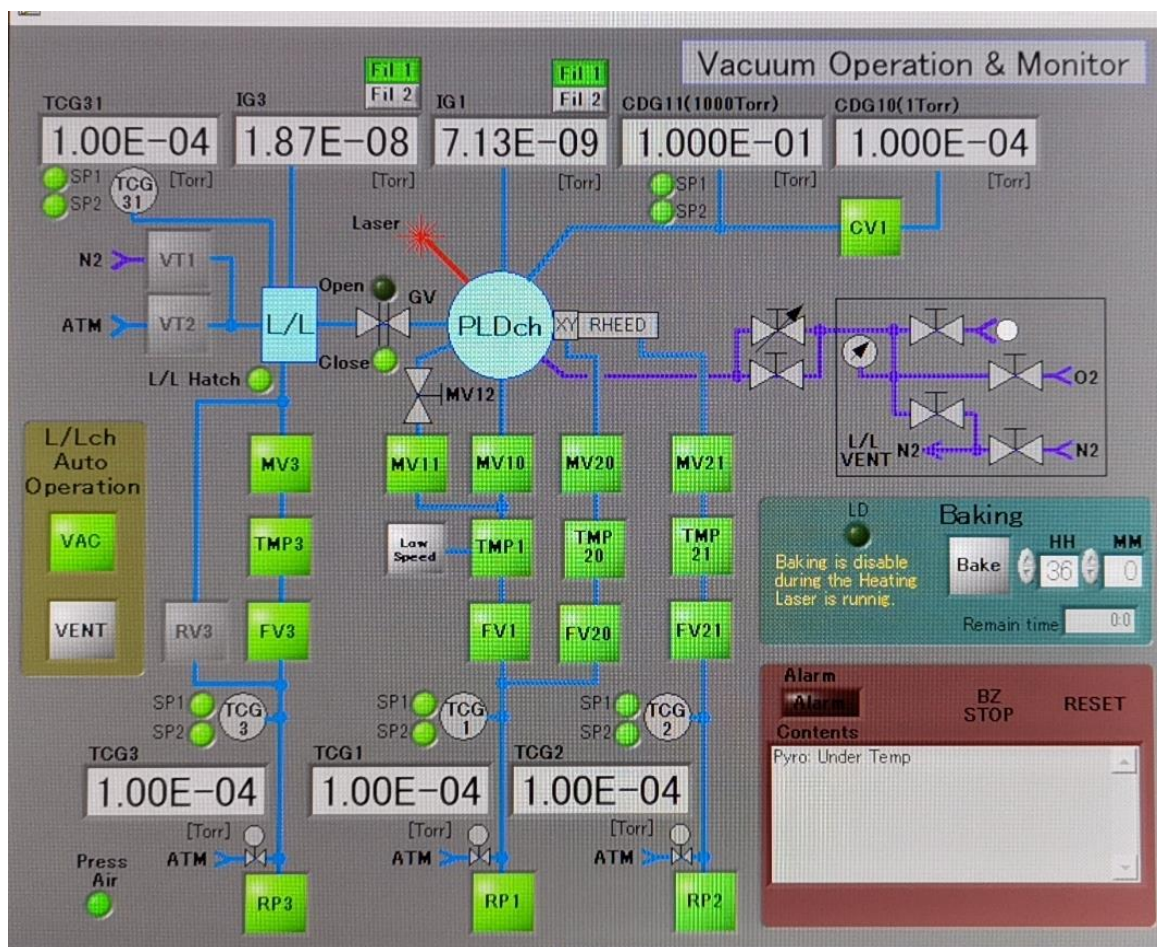
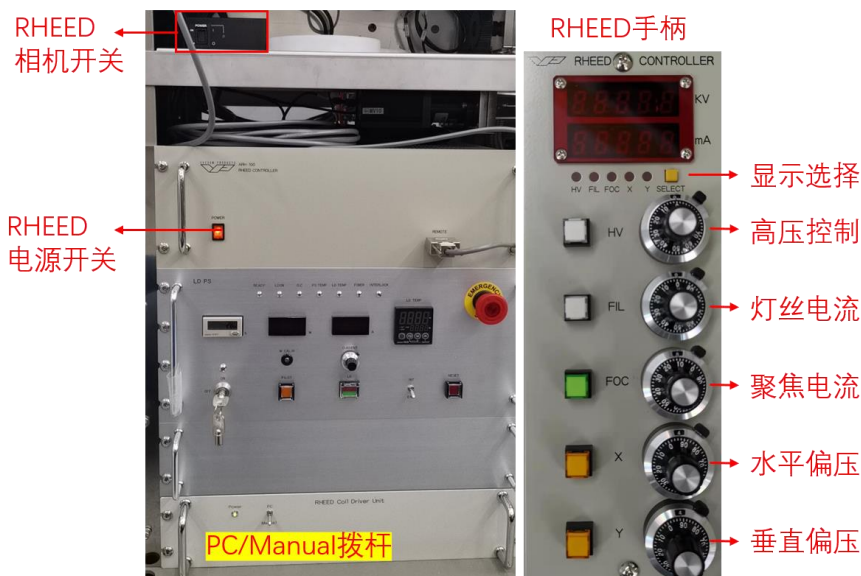
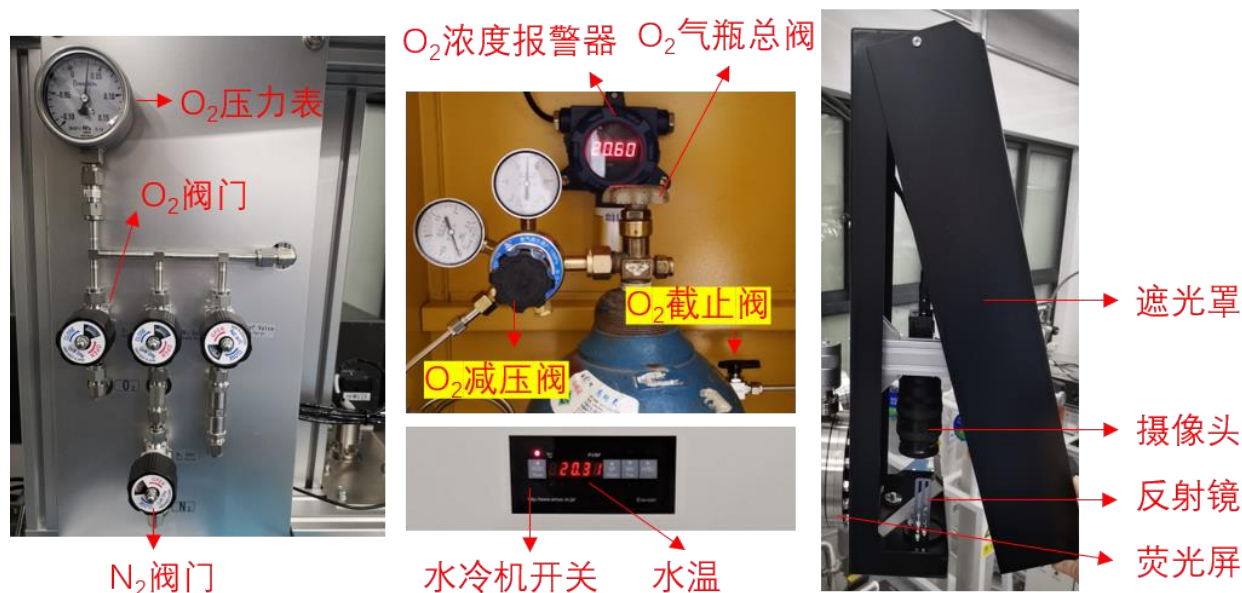

图 2 真空系统控制界面
图 4. RHEED 硬件控制部分
图 5. 气路面板、O₂气瓶柜、水冷机面板与 RHEED 的屏幕及摄像头部分
真空系统控制界面见图 2。RP1、RP2、RP3 为机械泵；TMP3、TMP1、TMP20、TMP21 为分子泵；TCG1、TCG2、TCG3 为热电偶规，用于分子泵连锁保护；TCG31 和 IG3 用于 L/L 不同真空范围的测量；IG1、CDG11、CDG10 用于主腔不同真空范围的测量。
如图 2 所示，RHEED 一级差分经由 MV20 连接分子泵 TMP20 和机械泵 RP1；二级差分经由 MV21 连接分子泵 TMP21 和机械泵 RP2。RHEED 的硬件控制部分如图 4 所示。屏幕及摄像头部分如图 5 最右边所示。
- (2) 检查 4 个分子泵是否正常工作
- (3) 检查 O_2 气路是否处于正常状态 (见图 5)
- (1) 确认 GV 已经关闭 (图 2 中 close 灯亮);
- (2) 在真空系统控制界面 (图 2) 点击 VENT 按钮, 待其不再闪烁, 打开进样腔门;
- (3) 把准备好的衬底和靶材放入 L/L 相应位置内;
- (4) 关闭舱门, 在真空系统控制界面 (图 2) 点击 VAC, 待 VAC 完成, 观察真空正常后方可离开;
(1) 检查 O₂ 气路是否处于正常状态 (见图 4) ;
- (2) 将气路切换至 *O₂* 洗气状态 (见附录 8.2);
- (3) 在真空系统控制界面 (图 2) 关闭 IG3, 关闭 MV3, 关闭 FV3;
- (4) 在真空系统控制界面 (图 2) 打开 VT1 放入 *O₂*, 同时密切注意 LL 气压, 如气压持续增大, 立刻关闭 VT1, 并立即联系技术员;**
- (5) 在真空系统控制界面 (图 2), 打开 RV3 利用机械泵进行抽气, 待 LL 气压降至 1E-4Torr 以下时关闭 VT1;
- (6) 在真空系统控制界面 (图 2) 点击 VAC 恢复 LL 真空;
- (7) 前往气瓶间, 关闭气瓶减压阀;
- (8) 打开气瓶主阀, 将氧气放入减压阀后, 关闭气瓶主阀;
- (9) 缓慢打开减压阀, 将气压增加至 0.15MPa;